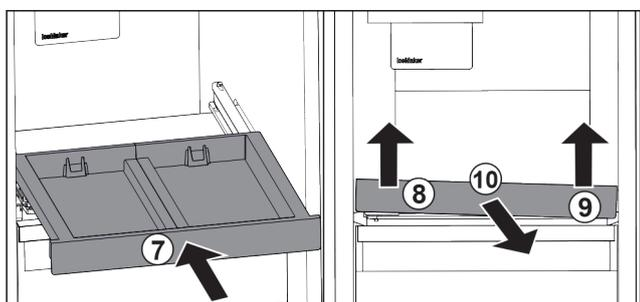

Fig. 101
- ▶ Rentrer le compartiment coulissant. Fig. 101 (7)
- ▶ Soulever le compartiment coulissant au niveau de la partie avant gauche. Fig. 101 (8)
- ▶ Soulever le compartiment coulissant au niveau de la partie avant droite. Fig. 101 (9)
- ▶ Retirer le compartiment coulissant par l'avant. Fig. 101 (10)